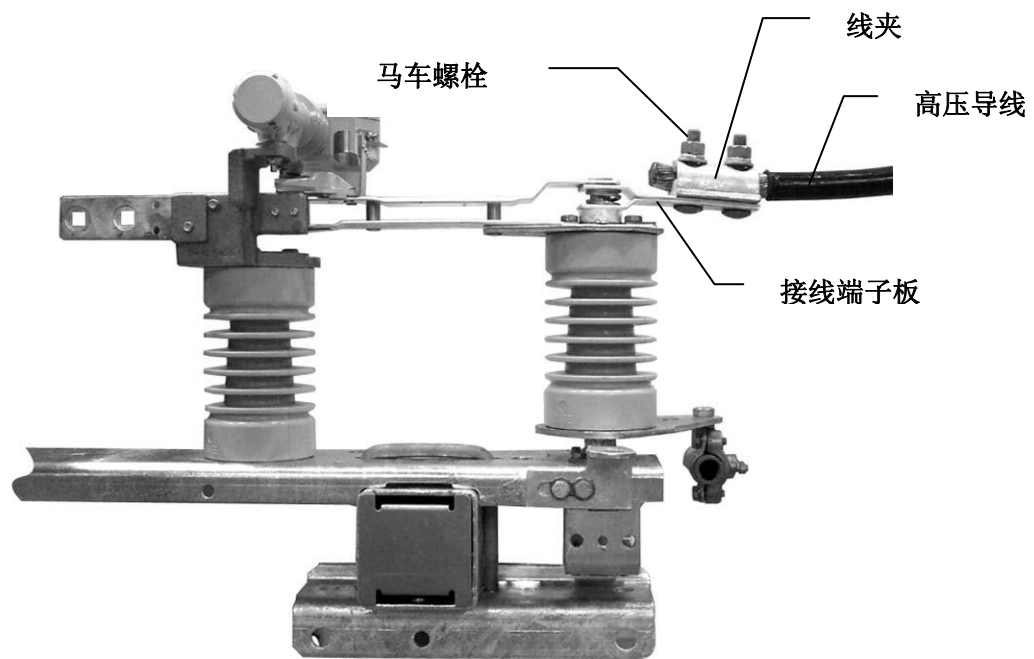

图 10 导线连接示意图
- ◇ 按以上的程序准备好导线及线夹，并将它们安装于开关端子板上方，再用马车螺栓牢牢固定（见图 10 所示）。